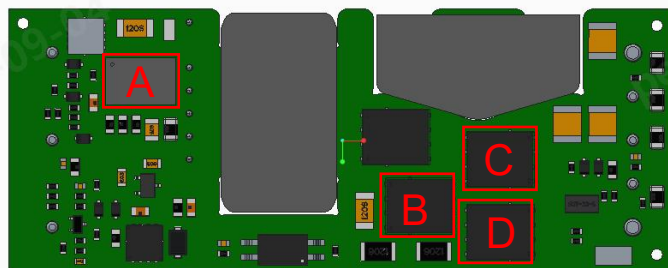

图 7
①应用过程中可结合产品温度降额曲线评估产品热设计，或通过测试图 7 中热测试点温度判定产品稳定工作区间(带散热器型号，同点测试)。图 7 中 A、B、C、D 点温度低于 125℃时，为 VCF4848EBO-240W(F/H)R3S(-N)产品稳定工作区间。